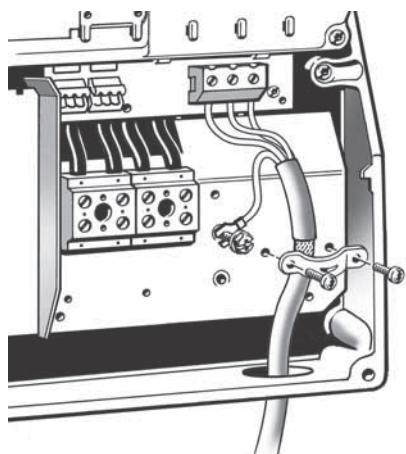

Рис. 15 Подключение двигателя, В1 и В2
- Подключите заземляющий провод к клемме 99 (PE). См. рис. 15.
- Подключите провода двигателя к клеммам 96 (U), 97 (V), 98 (W).